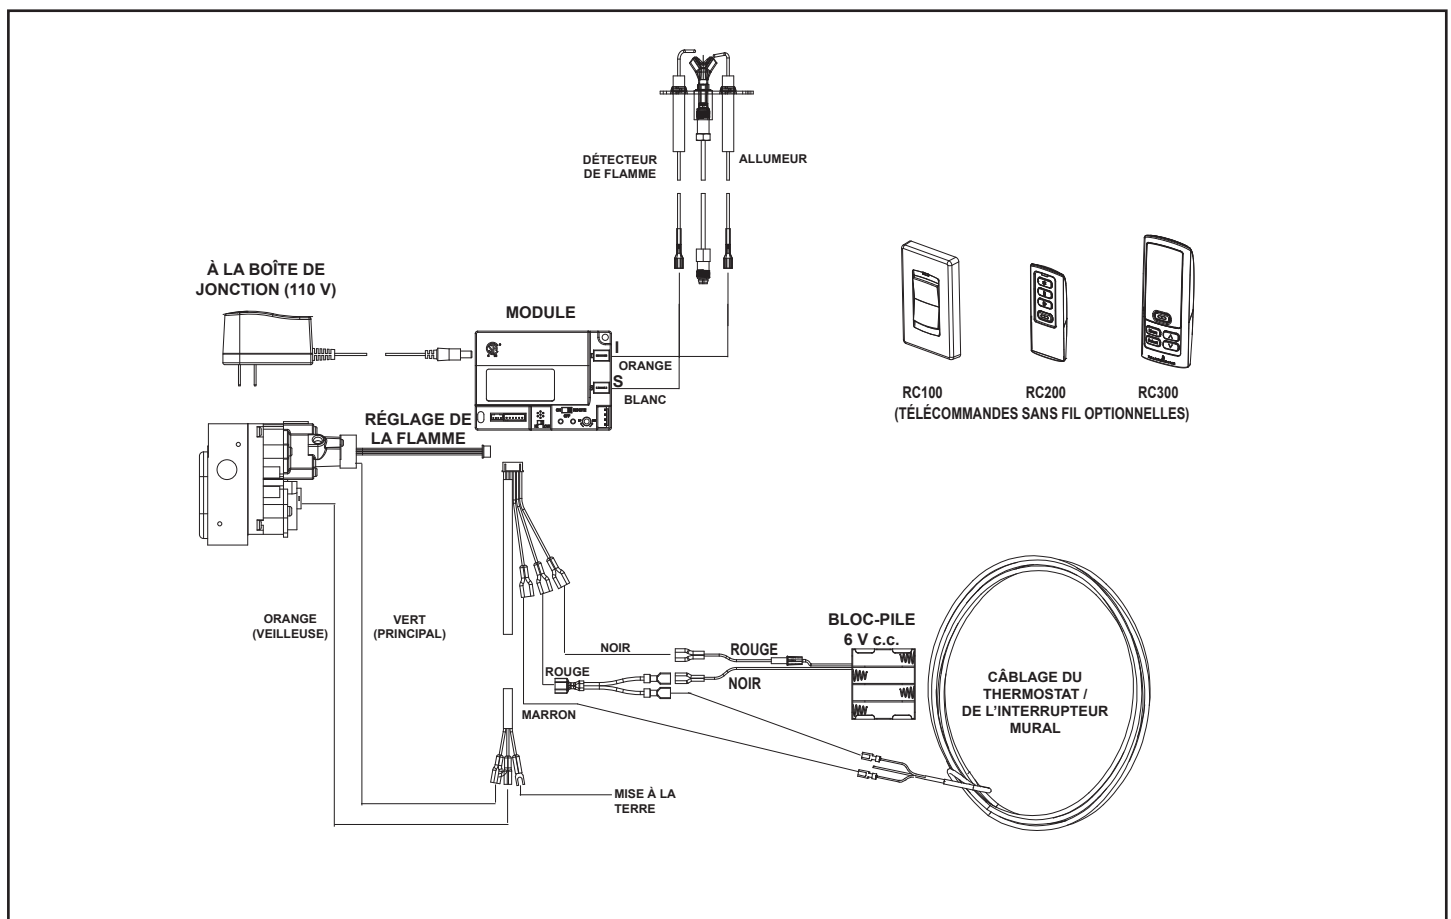

Figure 8.2 Schéma du câblage IPI Plus
- Se référer à la figure 8.2, Schéma du câblage IPI.